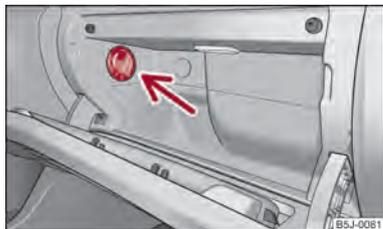

Fig. 64 Compartimento guarda objetos: manejo de la refrigeración
- Con el conmutador giratorio ⇒ fig. 64 conecta o desconecta la refrigeración.